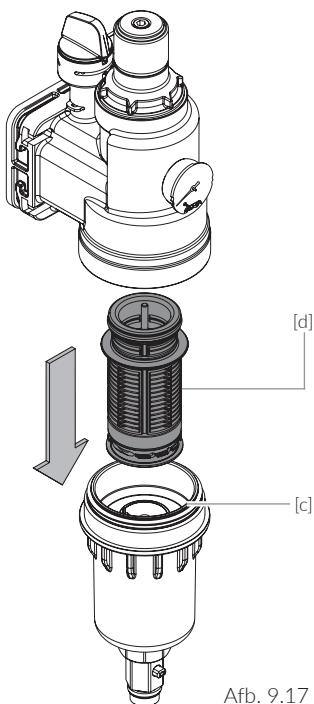

Afb. 9.16
- / Afb. 9.16: Pak de afvlakkingen van de onderhoudsmoer [b] vast met een steeksleutel SW27 [a].